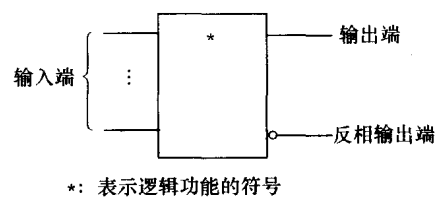

图 1-1-12 数字集成电路及其输入端和输出端
(4) 数字集成电路处理的是数字或脉冲信号 (“1” 和 “0”), 可以具有若干个输入端和 1 个或 2 个输出端, 如图 1-1-12 所示, 方框中间的符号 * 表示其逻辑功能, 带有小圆圈的输出端为反相输出端。通用数字集成电路最常用的是门电路和模拟开关。门电路可用逻辑代数进行分析, 模拟开关由数字信号控制信道的通断。